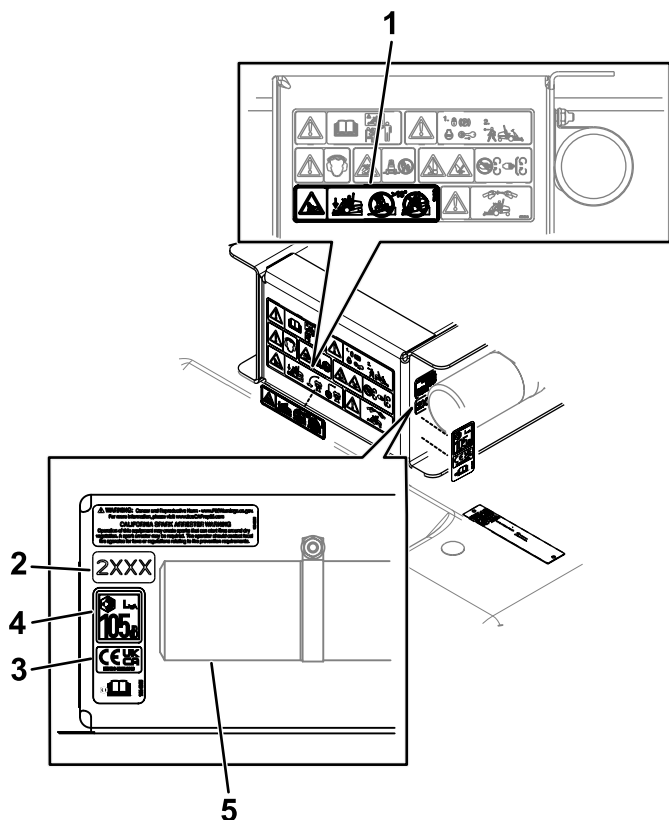

Bild 6
3. Bringen Sie den Aufkleber für Hanglagen (Bestellnr. 144-3952) an der vorhandenen Stelle des Warnaufklebers an, wie in Bild 6 dargestellt.
- Bringen Sie den CE- und Lärmpegelaufkleber (Bestellnr. 144-4015) in der Nähe des Typenschilds an, wie in Bild 6 dargestellt.